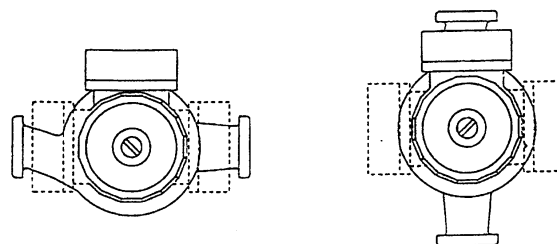

Fig. 5
- Montering skall ske i spänningsfritt tillstånd. Rörledningen måste installeras på sådant sätt att pumpen inte bär upp rörets vikt. Inbyggnadslägen enligt Fig. 5.
Vid isolering får endast pumphuset kläs in, enligt Fig. 5.